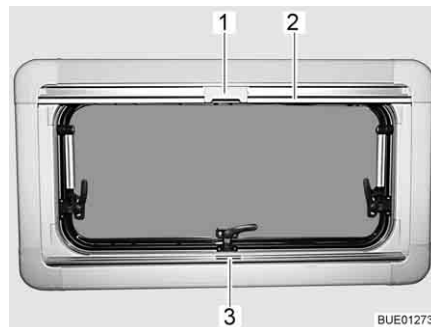

Bild 73 Överkantshängda fönster
**Stänga:** ■ Ta tag i mitten på plisségardinens list (Bild 73,3) och drag den nerifrån och uppåt och släpp den vid önskad höjd. Plisségardinen stannar på denna höjd.
**Stänga:** ■ Drag, med listen, (Bild 73,2) ner insektsnätet tills listen stöter mot plisségardinen (Bild 73,3).
■ Lås fast insektsnätets spärr (Bild 73,1) på plisségardinens list.
**Öppna:** ■ Tryck spärren (Bild 73,1) upptill på insektsnätet bakåt.
■ För långsamt tillbaka insektsnätet med listen (Bild 73,2).